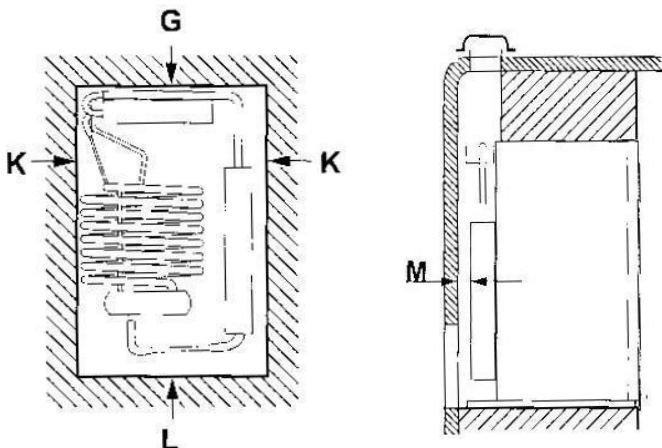

FIG 7
5. L'appareil est certifié pour fonctionner dans une enceinte étanche aux matières combustibles du réfrigérateur, comme il est indiqué à la figure 7 pour le dessus (G), les côtés (K), la base (L) et l'arrière (M) du réfrigérateur.